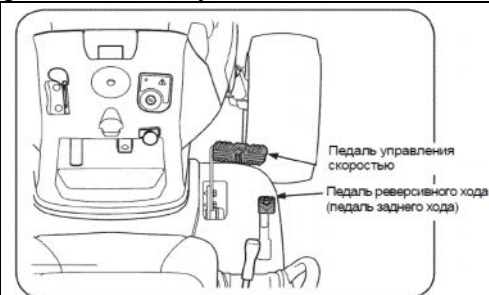

Рис. 7
1. Чтобы переместиться вперед FORWARD (ВПЕРЕД), медленно нажимайте на педаль газа, пока не достигнете желаемой скорости. См. Рис. 7.
2. Чтобы воспользоваться функцией заднего хода, внимательно изучите место, куда Вы будете двигаться, после этого медленно отжимайте педаль реверсивного хода (педаль заднего хода), держите ступню на педали (не пятку), пока желательная скорость не будет достигнута. См. Рис. 7.